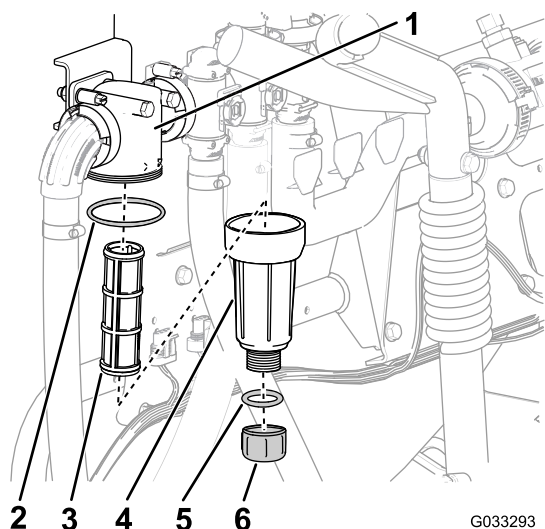

图56
2. 在压力式滤清器下放置一个排放盘 (图56)。
3. 逆时针旋转排油塞，然后将其从压力式滤清器的油碗中取出 (图56)。
4. 逆时针旋转油碗，然后将其从滤清器头中拿出 (图56)。
5. 拆下旧压力式滤清器的滤芯 (图56)。
6. 检查排油塞的 O 形圈 (在油碗内侧) 和油碗的 O 形圈 (在滤清器头内侧) 是否有磨损和损坏 (图56)。
7. 将新的压力式滤清器滤芯安装到滤清器头中 (图56)。
8. 将油碗安装到滤清器头上并用手上紧 (图56)。
9. 将排油塞安装到油碗并用手上紧 (图56)。